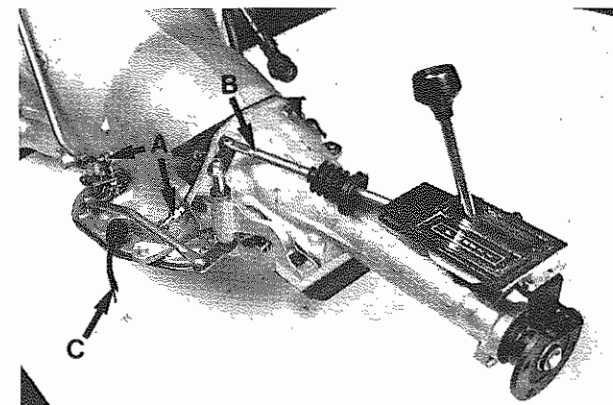

Fig. 53 - A - Raccordi tubazioni olio - Oil pipes connections
- Smontare l'asta comando marce: far leva con un cacciavite ed estrarre il perno dalla boccola (**Fig. 53**).
- Staccare i cavi consenso retromarcia ed avviamento (**Fig. 53**).
- Disconnect speed control rod: with the aid of a screw driver and remove pin from bush (**Fig. 53**).
- Disconnect reverse and starting cable (**Fig. 53**).
- Sfilare i manicotti di raccordo radiatore olio-cambio sul cambio (**Fig. 53**). Chiudere le estremità con tappi in plastica.
- Withdraw connection manifolds of transmission oil radiator on trasmission (**Fig. 53**). Close the ends with plastic plugs.